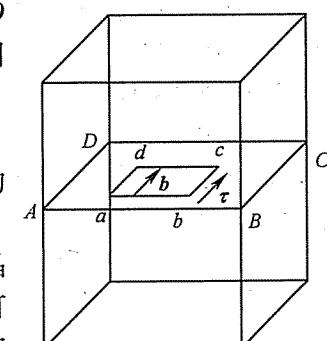

图 19-1 第三题第 1 小题图
1. 设在简单立方晶体中有一个位于滑移面 $ABCD$ 上的位错环 $abcd$, 其柏氏矢量 b 、所受切应力 τ 如图 19-1 所示, 回答下列问题: